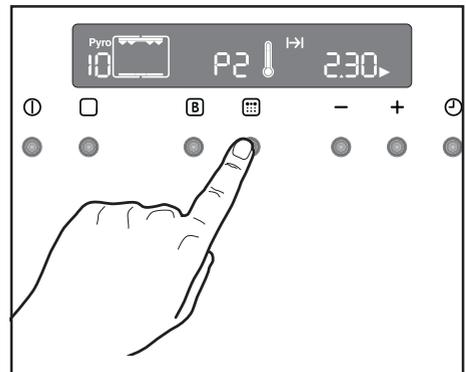

Fig. 20
4. Pour confirmer la fonction pyrolyse souhaitée, appuyez sur la touche **⏏**. L'inscription "Pyro" cesse de clignoter et le symbole **|----|** s'efface ; le signal sonore se désactive, l'éclairage du four s'éteint et le cycle de nettoyage par pyrolyse démarre (Fig. 20).